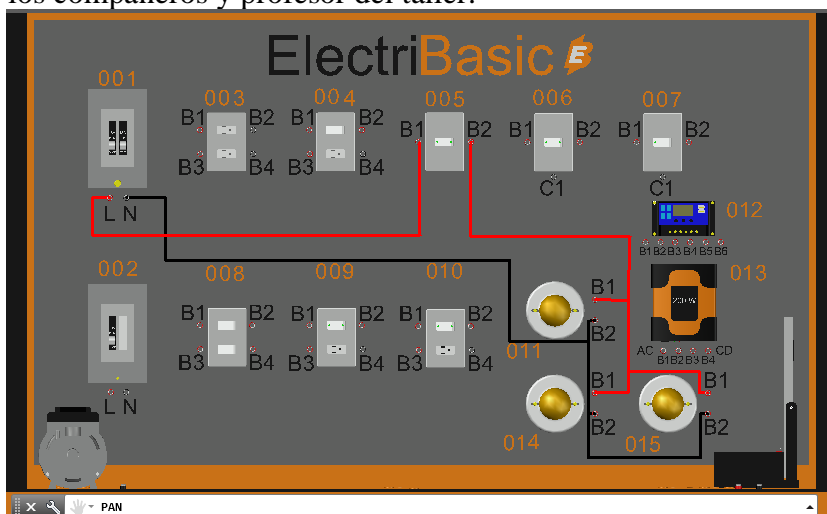

Fig.1 Conexión de diferentes luminarias para observar sus características.
- 5.- Conectar 014-B1 con 015-B1 y 015-B2 (Conexión en paralelo) como se muestra en la Fig. 1